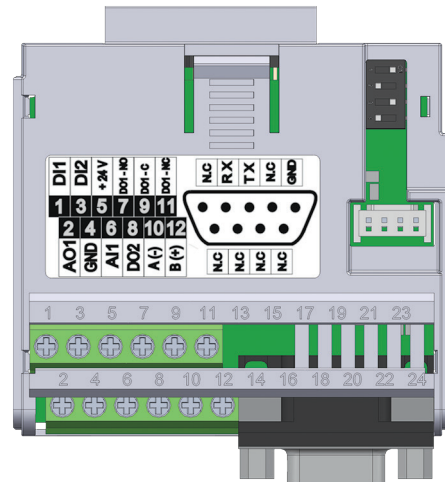

Figura 17.2: Módulo Plug-in CFW500-CRS232
El módulo plug-in CFW500-CRS232 tiene la interfaz Serial (1) a través de la puerta RS-485 en los bornes 10(A-) y 12(B+), así como la interfaz Serial (2) a través de la porta RS-232 en el conector estándar DB9, vea la Figura 17.2 en la página 17-1.